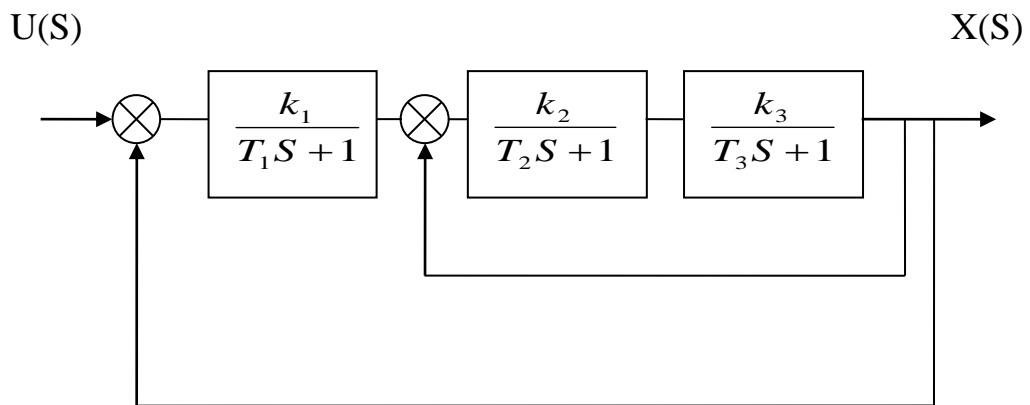

Рисунок 2 – Структурная схема к п.1.9.3
7.3 Для системы со структурной схемой (рисунок 2) построить области устойчивости по параметрам  $k_1$  и  $T_3$ ,  $T_1 = 0,01c$ ,  $T_2 = 0,1c$ ,  $k_2 = 4$ ,  $k_3 = 5$ .